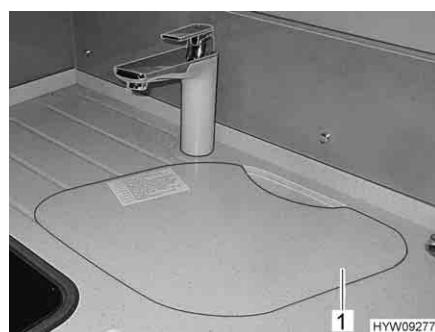

Fig. 11 Coperchio del lavello
- ▶ In caso d'incidente oppure in caso di frenata d'emergenza il coperchio lavello (Fig. 11,1) può ferire i passeggeri del veicolo. Prima della partenza rimuovere il coperchio lavello cucina dal lavandino e stivarlo in modo sicuro nell'angolo cucina oppure nell'armadio guardaroba.